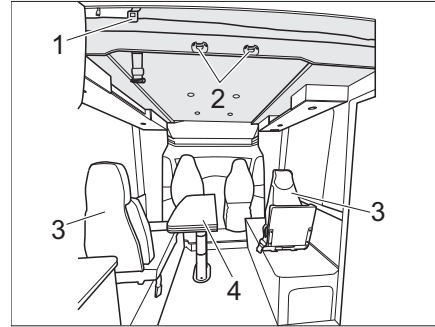

Fig. 160 Lit escamotable électrique (variante 3)
- L'échelle de montée doit être accrochée par les deux étriers aux crampillons (Fig. 160,2) se trouvant sur le lit escamotable.
- Descendre la table rabattable à 2 montants, escamotable (Fig. 160,4) (voir chapitre 7.8.8).
- Démontez et ranger 2 sièges individuels (Fig. 160,3).
- Démonter et ranger 2 sièges individuels (Fig. 160,3).